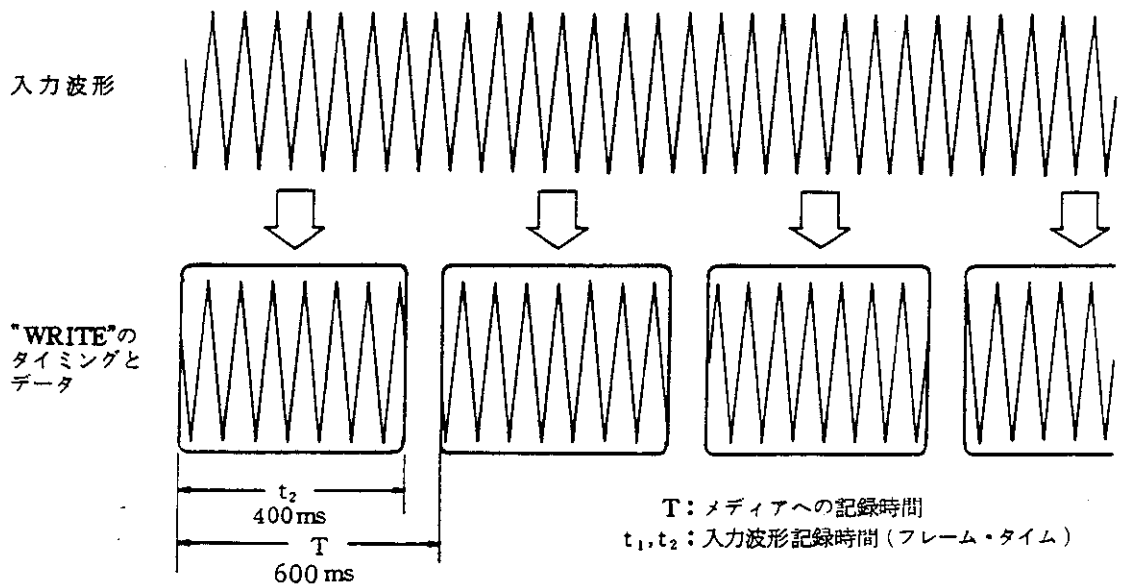
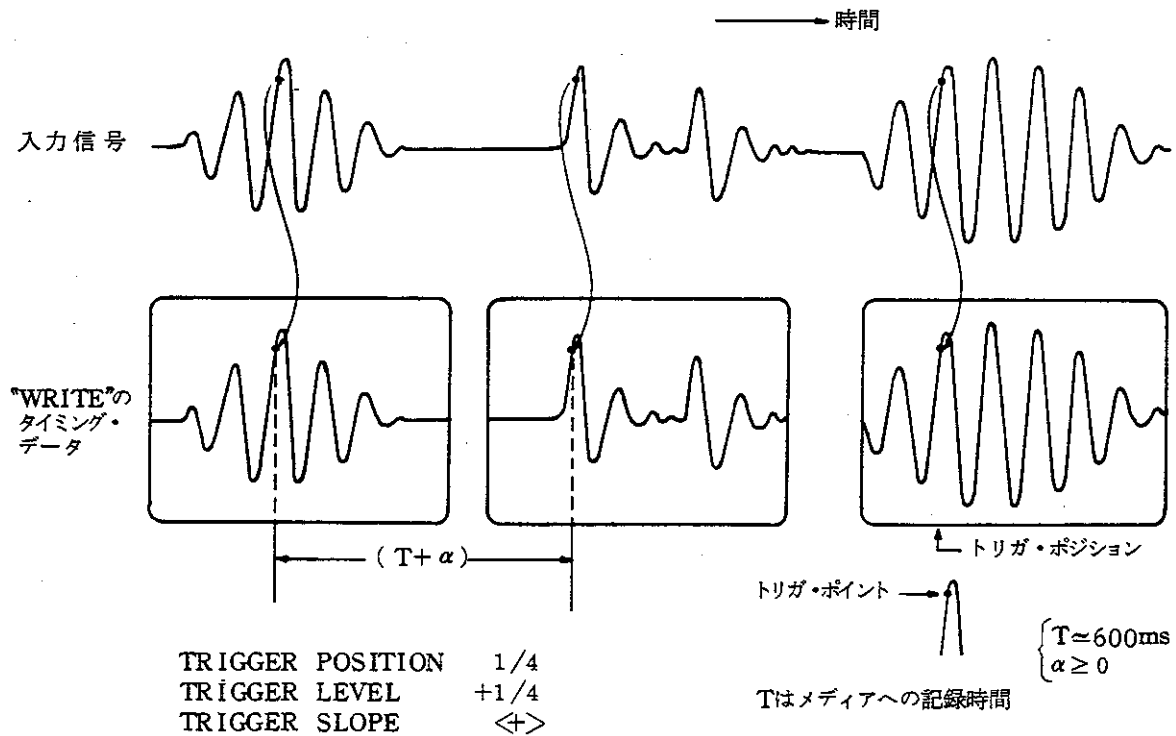
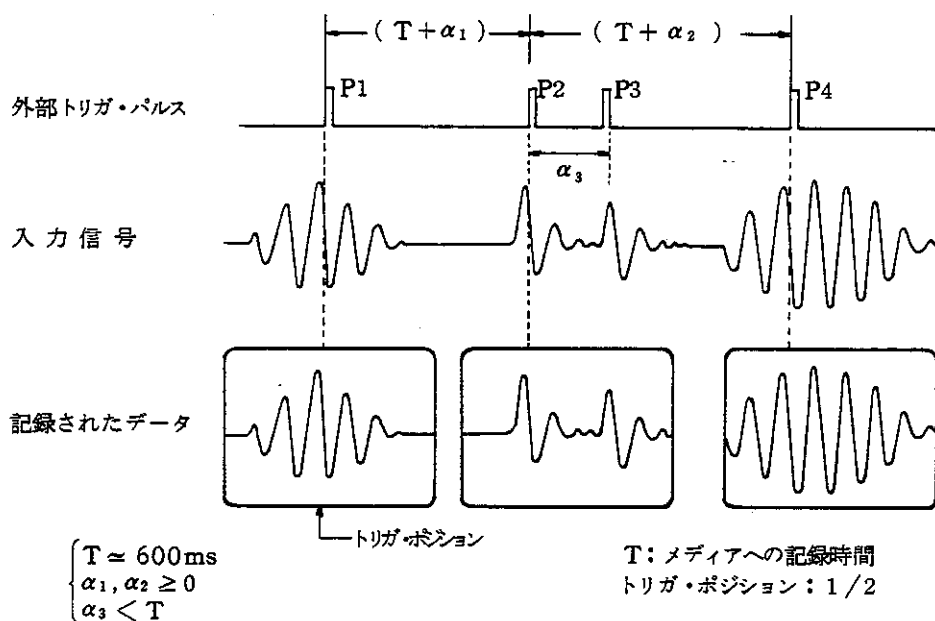

図 6-1 “FREE RUN”モードの記録のタイミング
図6-2 “**AUTO ARM**”モード(“**TRIGGER SOURCE INT**”)における記録のタイミング
図6-3 “AUTO ARM”モード（“TRIGGER SOURCE EXT”）
であり, TR9305 を "FREE RUN" か "AUTO ARM" ("AUTO ARM" はトリガ条件が "INT." と "EXT." とがあります。) で使用するかによって, そのタイミングが異なります。[図 6-1] および [図 6-2] にこれらの関係を示します。
[図 6-1(a)] は, TR9305 の周波数レンジの設定が 1 kHz レンジ以下の場合の "FREE RUN" モードでの記録のタイミングを示します。この図では, TR9305 の周波数レンジが 500 Hz で "ZERO START" モードに設定されており, 記録モードは 2 単位データ ("TIME" データ) で記録される例を示してあります。2 単位データの記録速度 (T) は約 600 ms に対して, 500 Hz レンジの入力波形記録時間: フレーム・タイム (t_1) は 800 ms を要します。したがって, この設定で "FREE RUN" モードで連続記録を開始しますと, 図に示しますようにデータの約 1/4 はオーバ・ラップ (重複) しながら取込まれます。
[図 6-1(b)] は, TR9305 の周波数レンジを 1 kHz, "ZERO START" モードに設定し, 記録モードはやはり 2 単位データで記録される例を示してあります。1 kHz レンジの入力波形記録時間 (t_2) は 400 ms を要しますので, メディアへの記録時間 (T) との関係は, 図に示しますようにデータ間にギャップを生じます。
〔図6-2〕は、“**AUTO ARM**”モード(“**INT.**”信号による)で連続的にデータを取込む場合を示してあります。“**AUTO ARM**”モードは、**TR9305**の入力波形が設定したトリガ条件と一致したときにデータを取込むモードです。図に示しますように、メディアへの記録時間(T)より繰返しの早い現象は無視されるか、あるいは前のデータと一緒に記録されます。図の例は、2単位データ(“**TIME**”データ)で、**TR9305**の「**SETUP**」セクションの**TRIG. MODE**メニューを次のように設定した場合のデータの取込みを示します。
この場合も、〔図6-1〕と同様、“**SPECT.**”や“**HIST.**”の1単位データに関しては、時間という概念が含まれていないデータの性質上、メディアへの記録時間より繰返しの早い現象が無視されるという概念はありません。
〔図6-3〕は、“**AUTO ARM**”モードにおいて、入力信号によるトリガ・モードを**TR9305**の背面パネルにある**EXT. TRIGGER**端子からパルス信号を使用して〔図6-2〕と同様のアプリケーションを実行した例です。
このときのデータの取込みのタイミングは、〔図6-2〕に示しますタイミングと同様であり、トリガ・ポイントが外部のパルス信号で与えられたと同様のタイミングが得られます。したがって、メディアへの記録時間(T)より繰返しの早い外部パルス信号は受けつけられません。〔図6-3〕の例では、外部パルスP3はP2との間隔が(T)より小さいため無視され、P4でデータを取込んでいます。“**WRITE TRIG.**”モードが“**DATA**”に選択されていますと、“**F DISK**”メニューの最下段に
この“**WRITE TRIG.**”モードは、**TR9305**がオプション01 GP-IBインタフェースを装備しているものに対してのみ有効です。〔図6-2〕および〔図6-3〕は、測定入力信号または外部パルス信号によってデータ記録のタイミングを発生しましたが、“**SYSTEM TRIG.**”モードは、GP-IBを装備しているパーソナル・コンピュータ、ディスク・トップ・コンピュータやコントローラからの“**WT**”コマンド(Write Trigger Command)によって、そのタイミングを発生します。